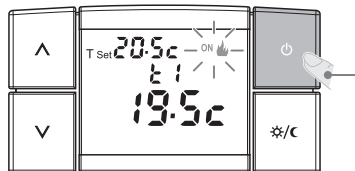

fig. 13
- Pour réactiver l'installation, appuyer sur la touche  pendant 1 seconde, l'écran affichera le dernier programme configuré (exemple sur la fig. 13).